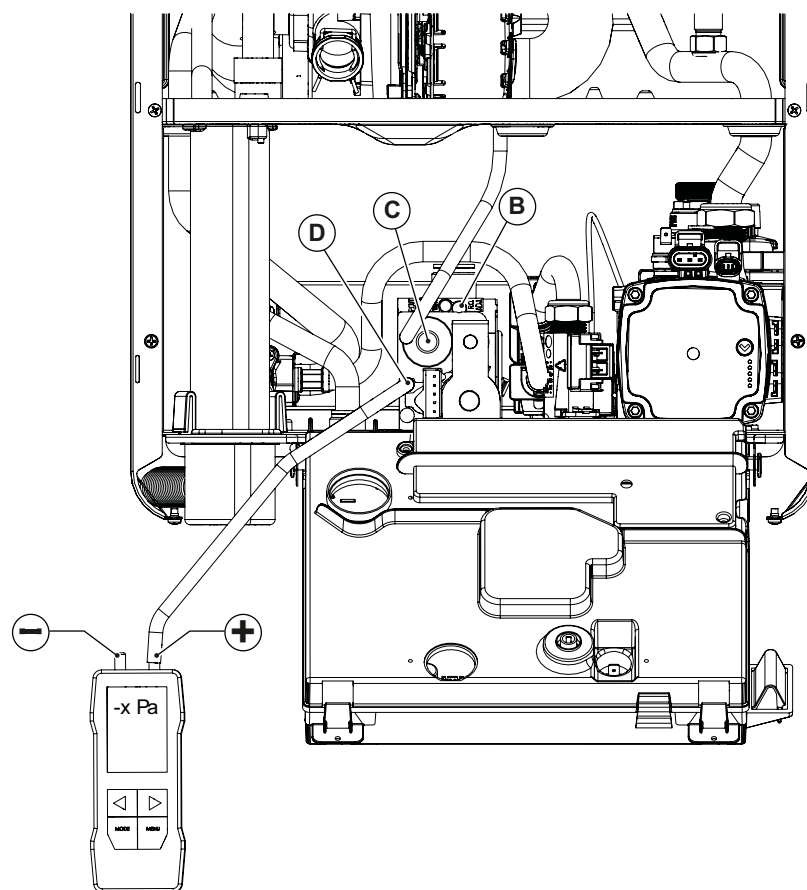

Fig. 36 Regulación presión de offset
- Abrir el tornillo de la toma de presión de offset **D** y conectarla a la entrada positiva (*) del manómetro diferencial (ver Fig. 36 Regulación presión de offset).